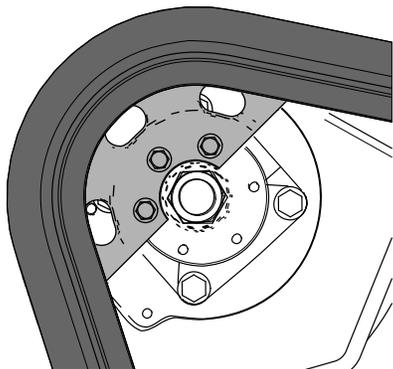

図 64
17. スプロケットハーフがクローラと噛み合うまで機体を前進させる 図 64。